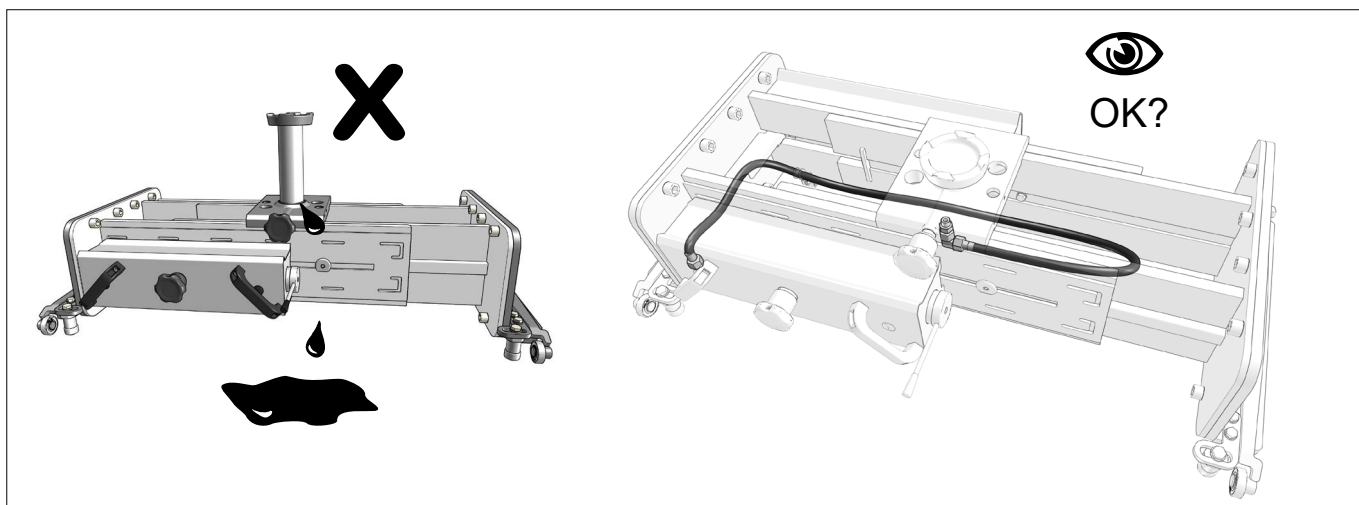

Fig.40
- Slanger, cylindre og pumpe for utætheder (*Fig.40*)
- Hoses, cylinder and pump unit for leaks (*Fig.40*)
- Dichtigkeit von Schläuchen, Zylinder und Pumpe (*Fig.40*)
- Flexibles, cylindre et pompe pour les fuites (*Fig.40*)
- Slangar, eventuellt läckage från cylinder och pumpenhet (*Fig.40*)
- Letkut, sylinterin ja pumpun vuodot (*Fig.40*)
- Slangen, cilinder en pompeenheid op lekken (*Fig.40*)
- Fugas en la unidad de la bomba, el cilindro y las mangueras (*Fig.40*)
- насосного агрегата (Fig.40)
- Perdite dei tubi, dei cilindri e dell'unità di pompaggio (Fig.40)